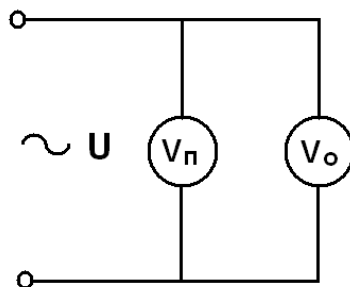

Рис.1. Схема поверки вольтметра
2. Собрать схему (рис.1) и представить для проверки преподавателю